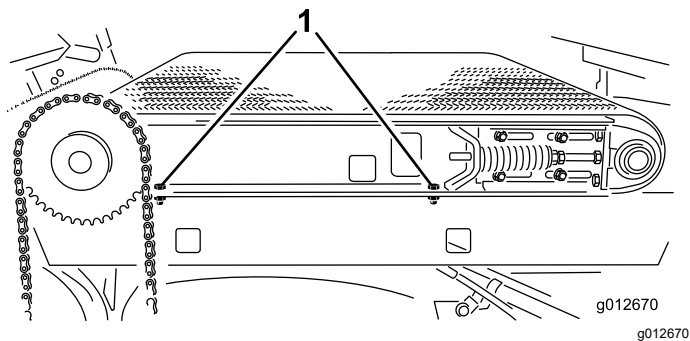

Figura 33
4. Sul lato destro della macchina, allentate le 2 viti a testa cilindrica che fissano la guida del telaio scorrevole al parafrangente destro (Figura 33). Verificate che le viti a testa cilindrica siano sufficientemente allentate da consentire l'inclinarsi del pianale scorrevole.